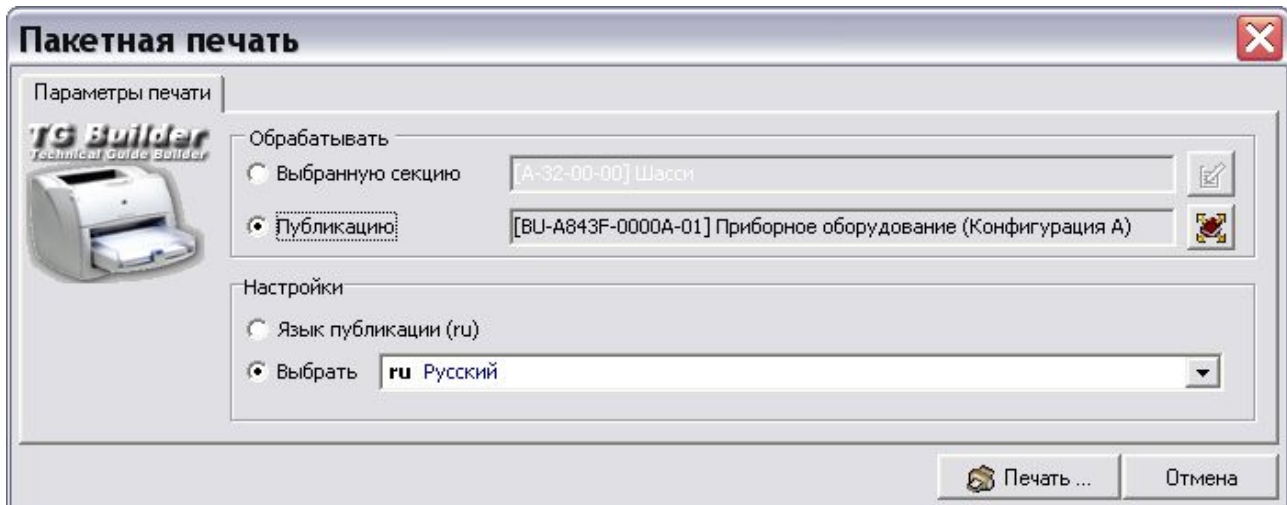

Рис. 8.112
**Пакетная печать**  откроется окно **Пакетная печать** с включенной радиокнопкой **Публикацию** в секции **Обрабатывать** (Рис. 8.112).